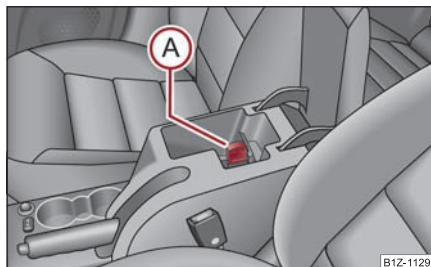

Fig. 128 Cotiera: Răcirea compartimentului
- Trageți încuietoarea în sus în poziția **(A)** ⇒ fig. 128.